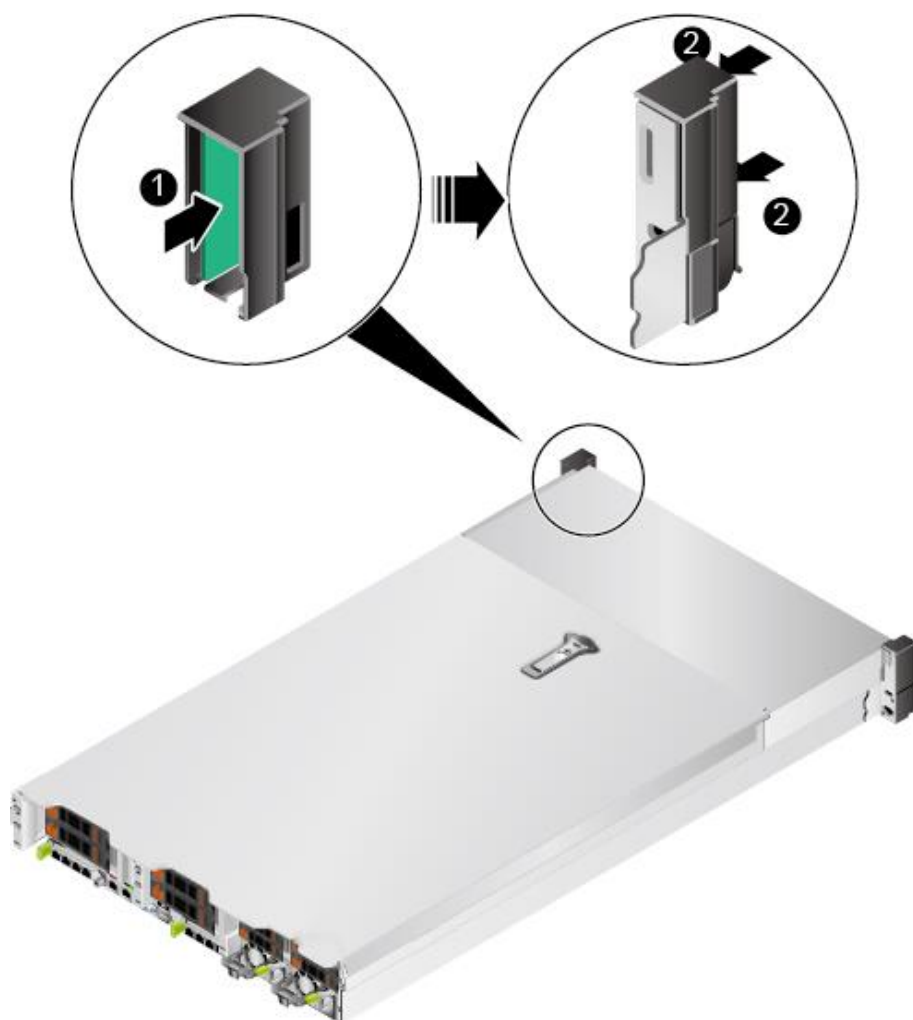

图 5-31 安装右挂耳板
7. 将右挂耳板插入挂耳中，如图 5-31 中的①所示。
8. 安装挂耳结构件外壳，如图 5-31 中的②所示。